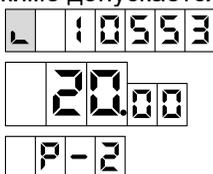

Рисунок 7
7.7 Предусмотрен просмотр на табло значений суммарного счетчика рукава в строке указателя стоимости с мигающим символом "L" в старшем разряде. В строке цены за литр отображается порядковый номер рукава и символы "P -" (рисунок 7). В случае многорукавной колонки, чтобы просмотреть на табло значения суммарных счетчиков других рукавов стороны, необходимо снять раздаточный кран интересующего рукава. В этом режиме допускается выдача топлива.